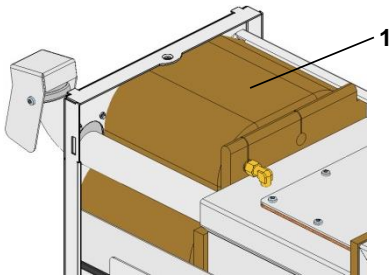
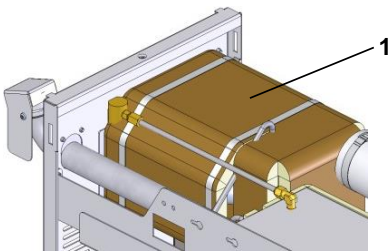

Abb. 1: Isolation bei 200T2 entfernen
Abb. 2: Isolation bei 250T3 entfernen
5. Isolation (Kennzeichnung 1 → Abb. 1 bzw. Abb. 2) entfernen.